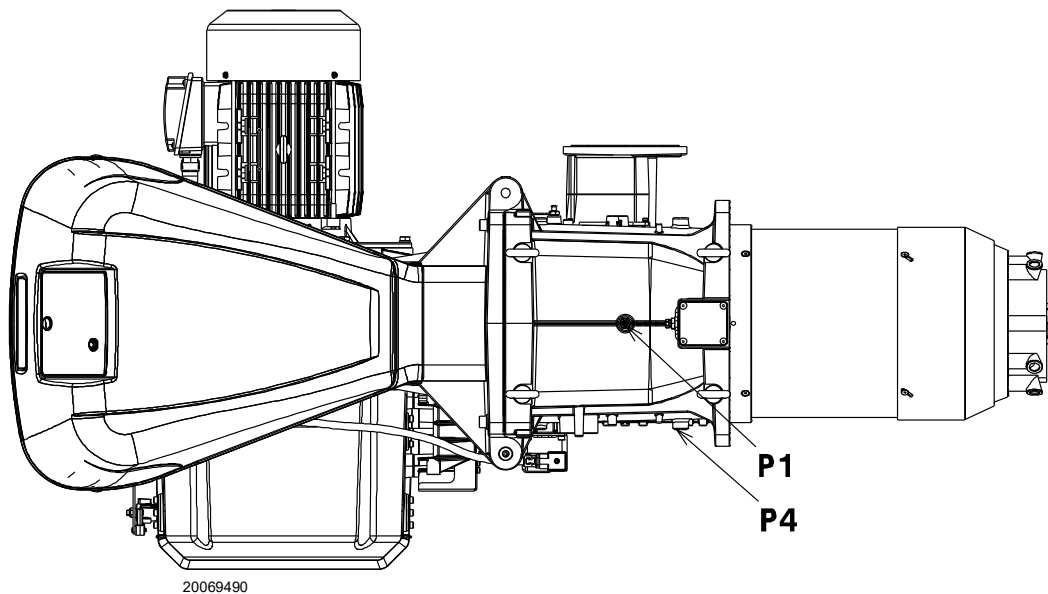

Fig. 23
Presión del gas medida en el conector hembra P1) (Fig. 23 en la pág. 27), con:
- sustraer de la presión del gas en el conector hembra P1) (Fig. 23 en la pág. 27) la presión en la cámara de combustión.
Presión del gas en el conector hembra P1) (Fig. 23) = 58,1 mbar
En cambio para conocer la presión del gas que se necesita en el conector hembra P1) (Fig. 23 en la pág. 27), una vez fijada la potencia MÁX a la cual se desea que funcione el quemador:
- Leer la presión en el conector hembra P1) (Fig. 23 en la pág. 27).
presión necesaria en el conector hembra P1) (Fig. 23 en la pág. 27).